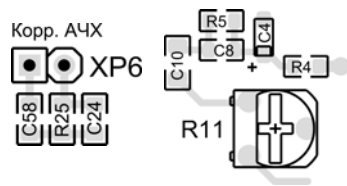

Рисунок 5
- частотная коррекция тракта передачи – **разъем ХР6** (рис.5).
5.4 Включите тумблер питания, расположенный на задней стенке усилителя, и проконтролируйте, что индикатор ПИТАНИЕ на лицевой панели светится. Установите электретный микрофон на гибкой штанге в разъем на корпусе УД-3МА. Проведите пробный сеанс связи. Включение режима «Передача» обеспечивается при нажатии кнопки ПЕРЕДАЧА или педали. Установите необходимую чувствительность микрофона с помощью подстроечного резистора R11 на плате усилителя (рис. 5).